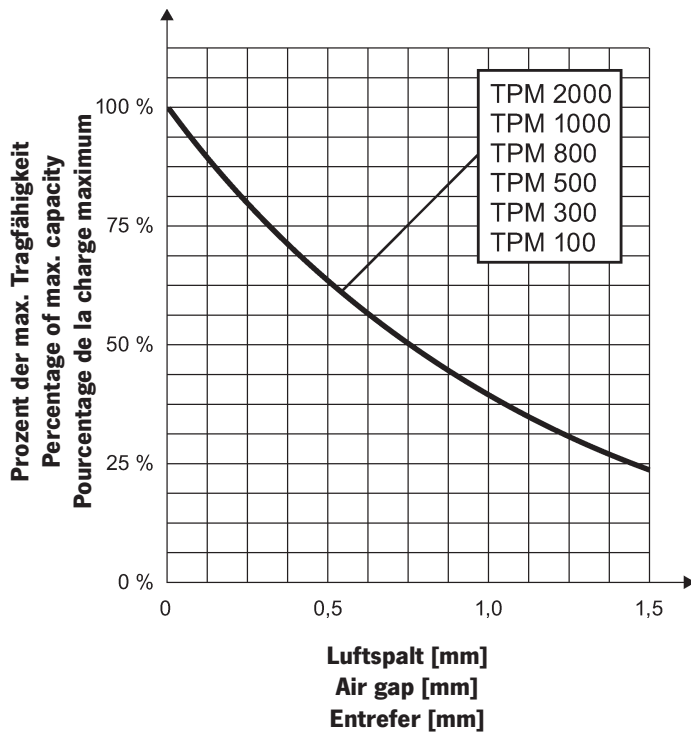
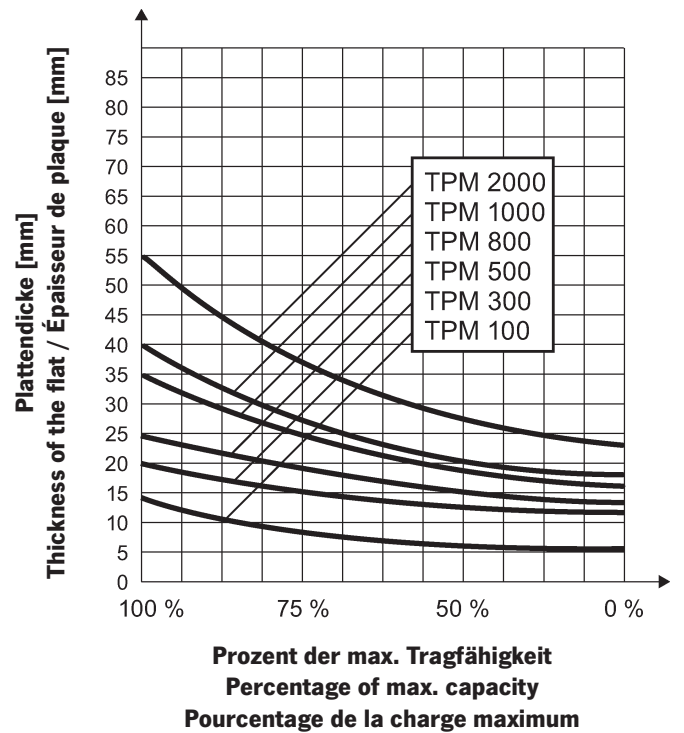

Fig. 4
Fig. 5
- Houd rekening met een capaciteitsvermindering door rond materiaal, buizen, roestvrij staal en gietijzer (Fig. 4, Fig. 5, tabel 1, tabel 2).
OPGELET: *Zorg voor een goed contact met de last! Hou rekening met een eventuele capaciteitsvermindering door een luchtspleet, het soort materiaal, materiaaldikte, de vorm of verminderde contactoppervlakken (Fig. 4, Fig. 5, tabel 1, tabel 2).*